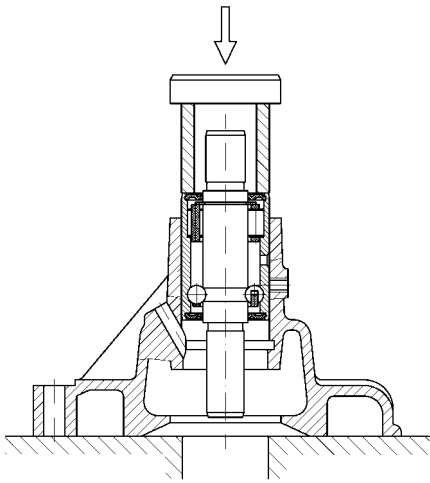

Рис.131. Запрессовка подшипника с валиком
- с помощью оправки запрессовать подшипник с валиком в сборе в корпус так, чтобы гнездо под фиксатор на обойме подшипника совпало с отверстием в корпусе насоса (рис.131);